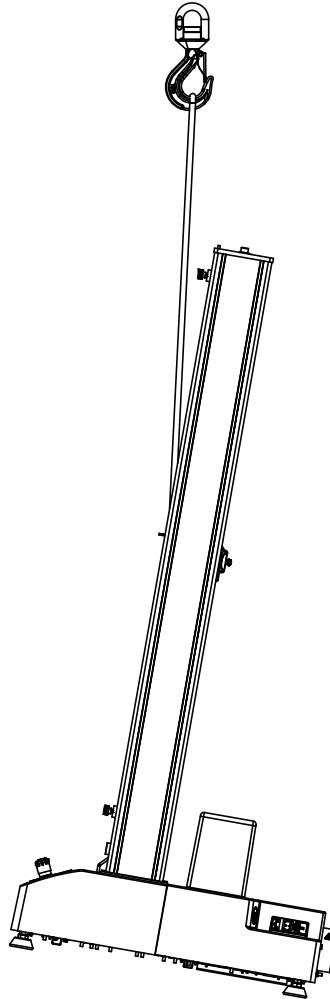

Figura 13. Sollevamento del telaio di prova di carico con una gru
1. Attaccare la fascia di sollevamento alla traversa e fissarla al gancio della gru in modo tale che l'imbracatura si estenda verticalmente dalla parte ANTERIORE della traversa come mostrato in Figura 13 a pagina 67. Se si utilizzano catene al posto di fasce di sollevamento, avvolgere la traversa con materiale protettivo in modo da evitare graffi e danni di vario tipo.